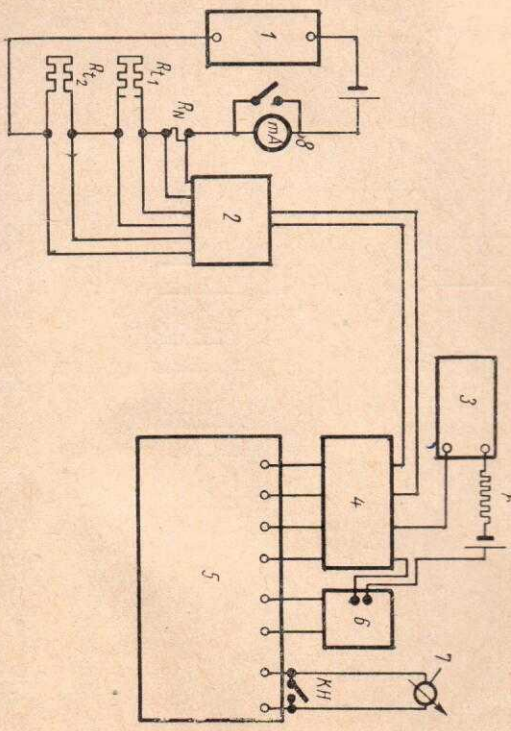

Рис. 5
17. Для измерения сопротивления термометра к каждому зажиму его контактной панели на головке присоединяют по два провода — токовый и потенциальный. Схемы для проверки термометров сопротивления представлены на рис. 5 и 6. При проверке технических термометров направление тока в цепи термометров не изменяют.